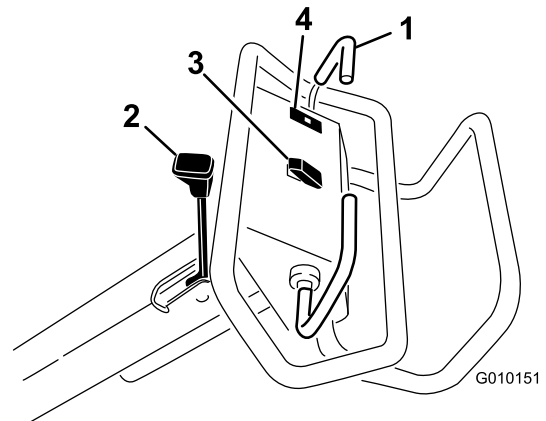

Figura 11
Para desplazarse hacia adelante, mueva la barra de tracción hacia adelante. Para desplazarse hacia atrás, mueva la barra de tracción hacia atrás (Figura 11).
- Para accionar el freno de estacionamiento, mueva la palanca del freno de estacionamiento hacia el manillar del operador (Figura 11).
El indicador de advertencia de la presión del aceite (Figura 11) se enciende si la presión de aceite del motor cae por debajo de un nivel seguro. Si se produce una baja presión del aceite, apague el motor e investigue la causa. Repare la avería antes de arrancar el motor de nuevo.
**Elevar** – pulse la parte superior del interruptor (Figura 11) para elevar y desengranar el cabezal de perforación. El motor debe estar en marcha para generar presión de elevación. Si el cabezal de perforación está más bajo que la altura de transporte, consulte Reinicio del circuito de control del sistema (página 25).
**Bajar/Engranar** – pulse la parte inferior del interruptor (Figura 11) para bajar y engranar el cabezal de perforación. Para poder accionar el interruptor, la barra de tracción debe estar desplazada hacia adelante.